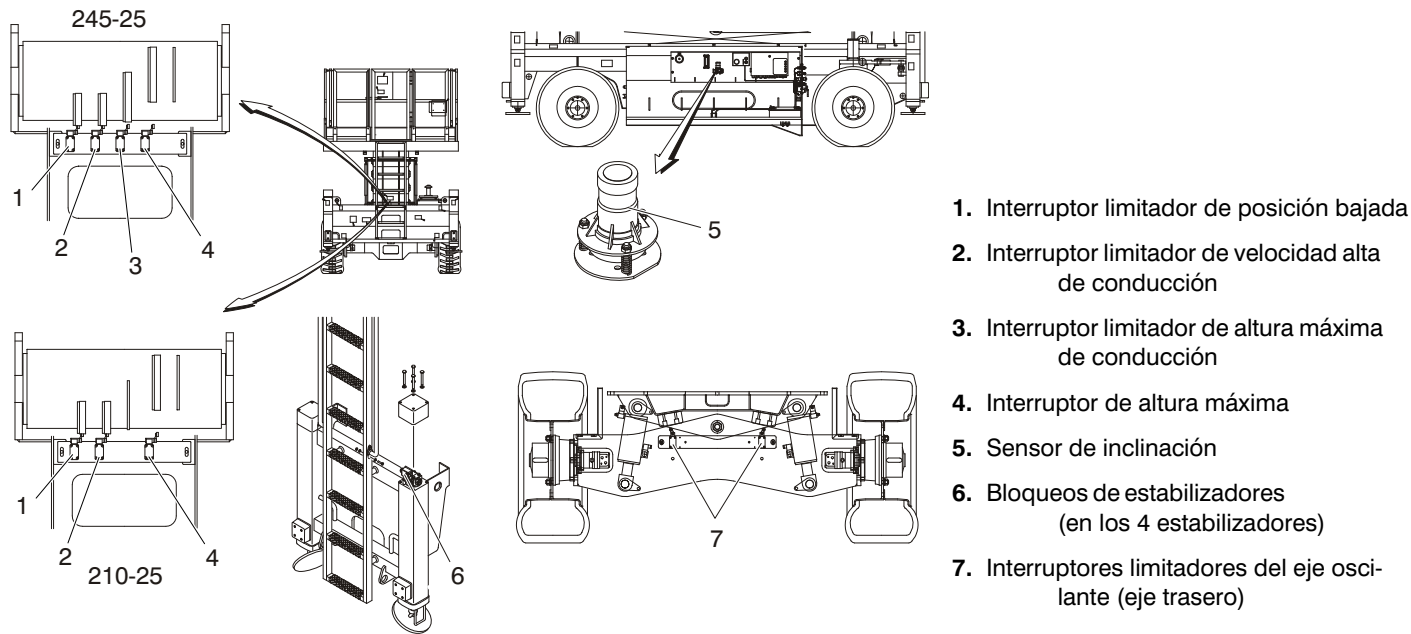

Figura 2-1. Ubicación de interruptores limitadores
5. **Inspección visual** - Consultar la Figura 2-1.